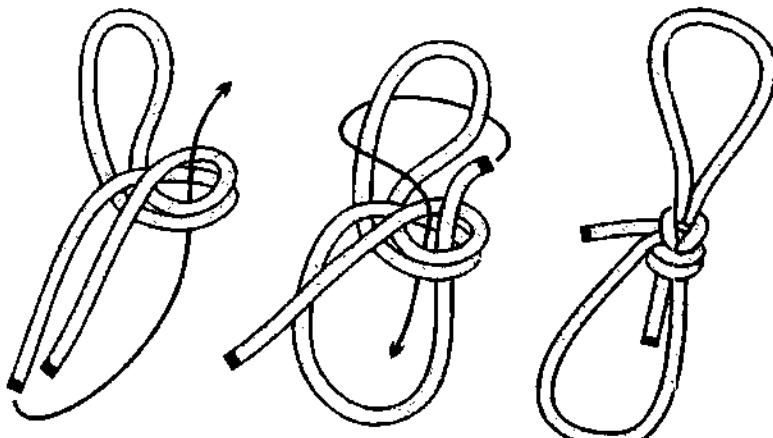
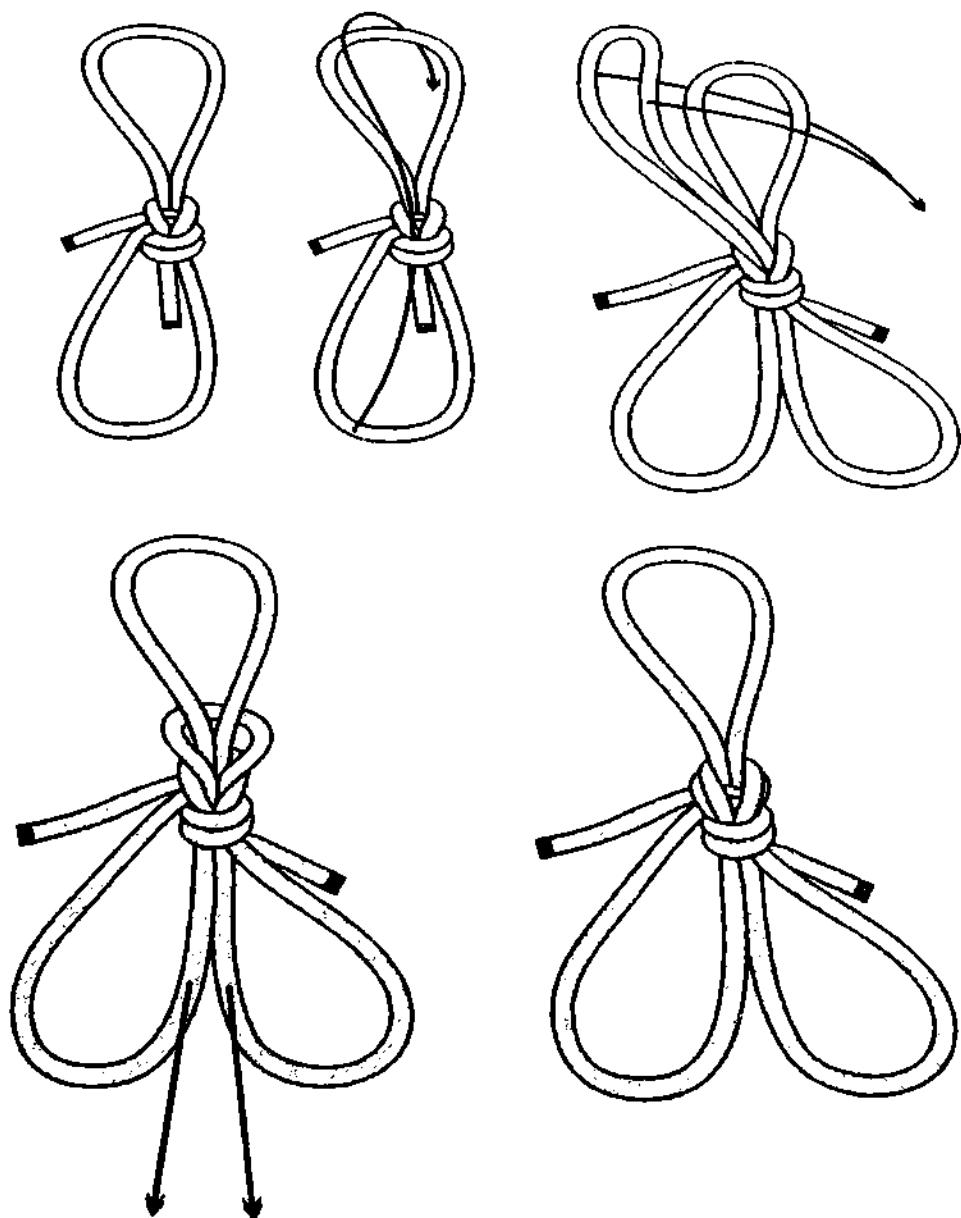

Рис. 490. Близняшки.
Рис. 491. Тройняшки.
**Близняшки** вяжутся на коротком отрезке троса, который обычно используют в качестве стропа (рис. 490). Таким стропом удобно пользоваться для переноса каких-либо предметов: труб, брёвен и т. п., петли при этом служат вместо ручек. Из двух **близняшек** можно сделать строп с тремя петлями на одном конце – тройную петлю *тройняшку* (рис.491).